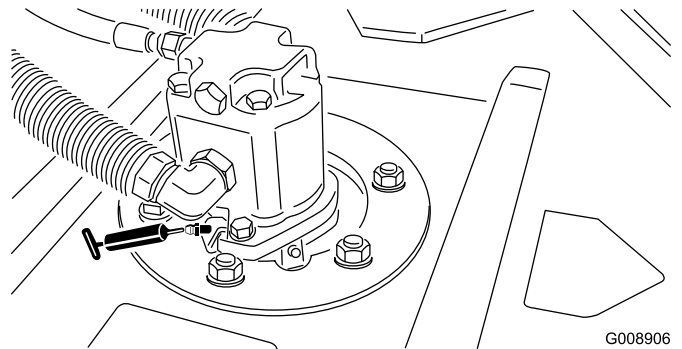

Bild 43
- Spindelwellenlager des Mähwerks (1 pro Mähwerk) (Bild 43)